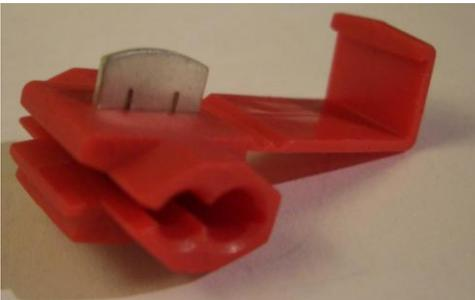

Bild 2:
- 2 Schmarotzerklemmen [Bild 2]